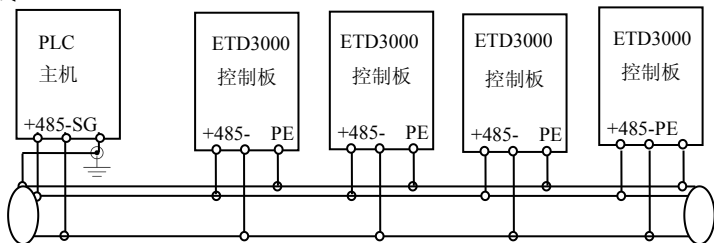
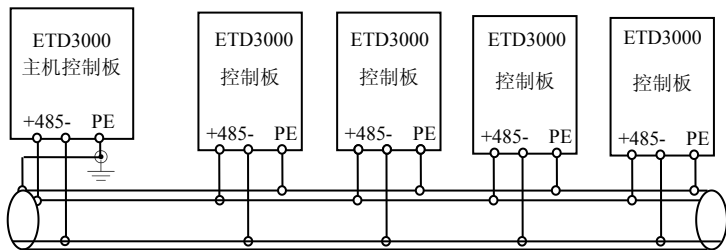

图 3-25 PLC 与变频器多机通信时的接线图(变频器、电机全部良好接地)
图 3-26 变频器多机通信时的接线图(变频器、电机全部良好接地)
- (3) 多台变频器可通过 RS485 连接在一起，由 PLC（或上位机）作主机控制，如图 3-25 所示，也可以其中一台变频器作主机，其它变频器作从机，如图 3-26 所示。随着连接台数的增加，通讯系统越容易受到干扰，建议按如下方式接线：